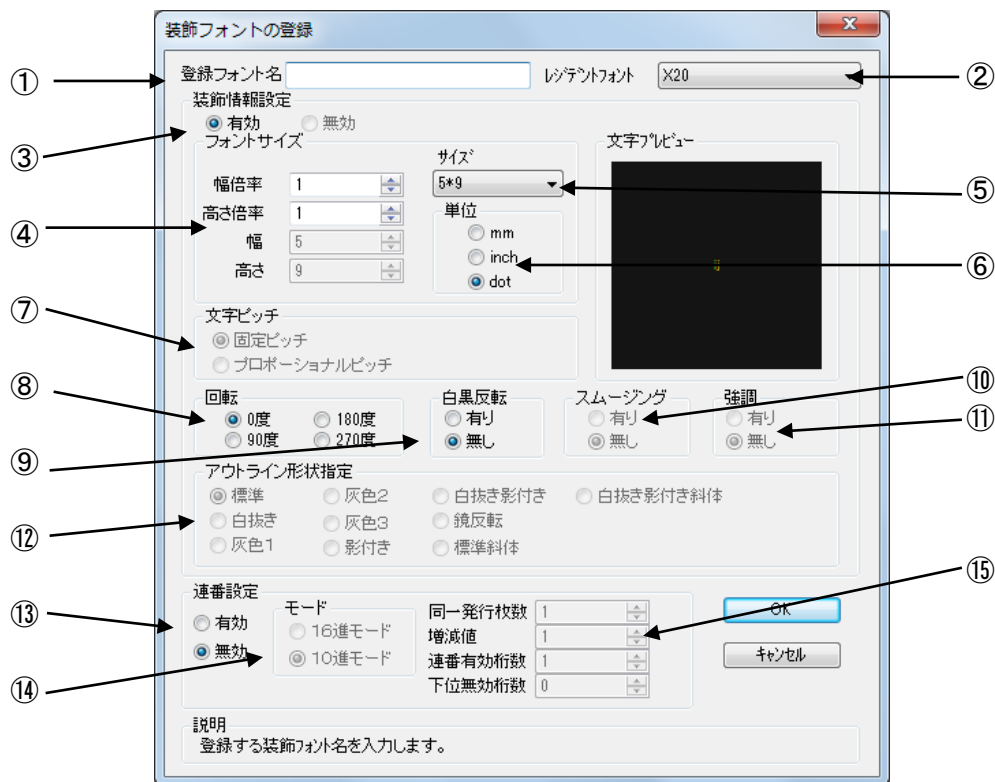

図 1.6.2 装飾フォント登録画面
- ①装飾フォントを新規登録します。クリックすることにより図 1.6.2 装飾フォント登録画面が表示されます。
- ②チェックしておくことにより、「新規登録」を選択した際の初期値に、登録済み装飾フォントのデータを適用できます。
- ③登録済み装飾フォントの設定を変更できます。クリックすることにより図 1.6.2 装飾フォント登録画面が表示されます。
- ④登録済み装飾フォントを削除します。